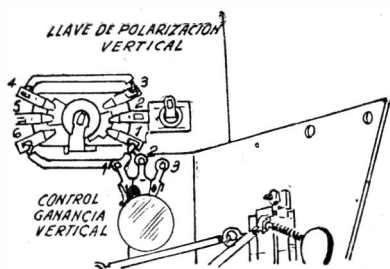

FIG. 138. — Colocación de un puente provisional para el reajuste.
2) Se coloca un puente temporario entre los terminales 2 y 3 del *V. Polarity* (ver Fig. 138). Se mide la tensión entre el puente y tierra con un voltímetro de c. c. de sensibilidad mínima de